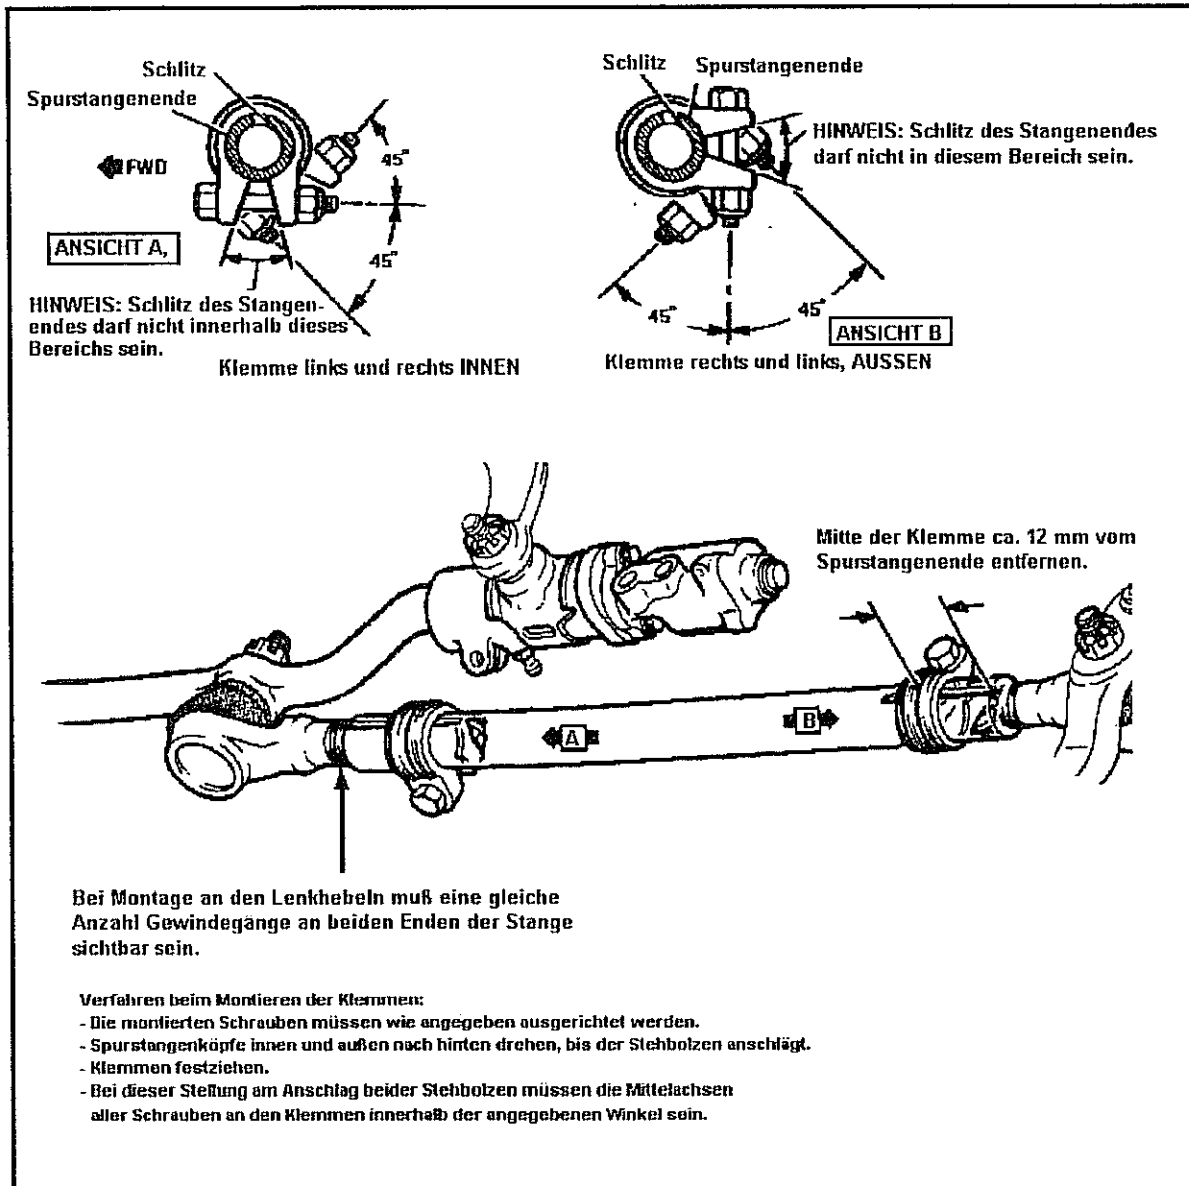

Abb. 7-5 Ausrichten der Schrauben / Klemmen und der Spurstangenenden
- Schrauben wie in Abb. 7-5 gezeigt einsetzen und ausrichten. Vor Anziehen der Schrauben bzw. Muttern jeweils die Spurstange in beiden Kugelgelenken bis zum Anschlag drehen. Die in Abb. 7-5 gezeigten Winkel müssen in der endgültigen Einbaulage gewährleistet sein, wo-
- Der Schlitz in der Spurstange muß so angeordnet sein, wie in Abb. 7-5 gezeigt.